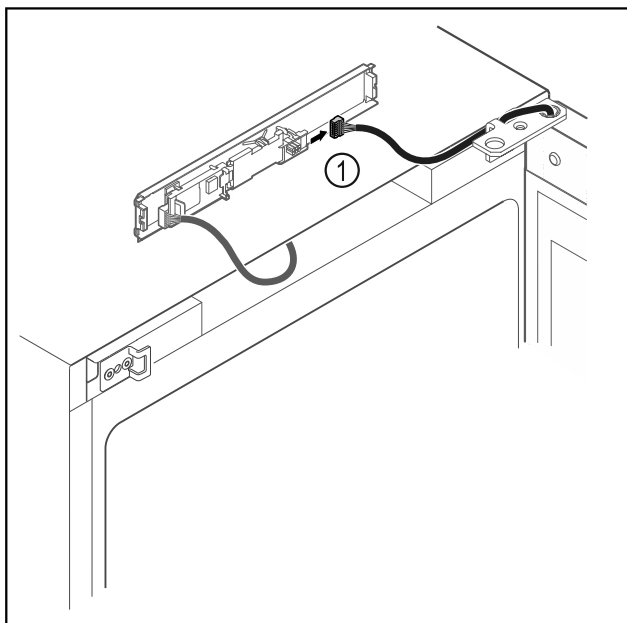

Fig. 19
- Débrancher le connecteur Fig. 19 (1) de la platine.